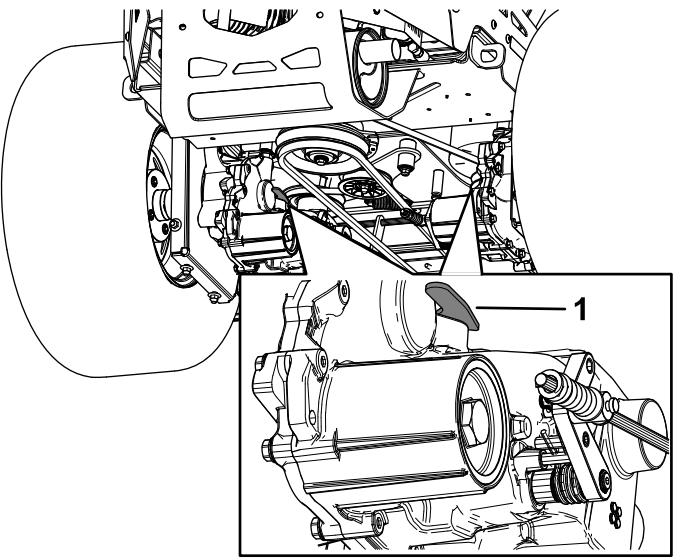

Figure 38
3. Pour pousser la machine, déplacez les deux leviers de dérivation en avant et bloquez-les en place (Figure 38).
5. Pour utiliser la machine, déplacez les leviers de dérivation en arrière et bloquez-les en place (Figure 38).